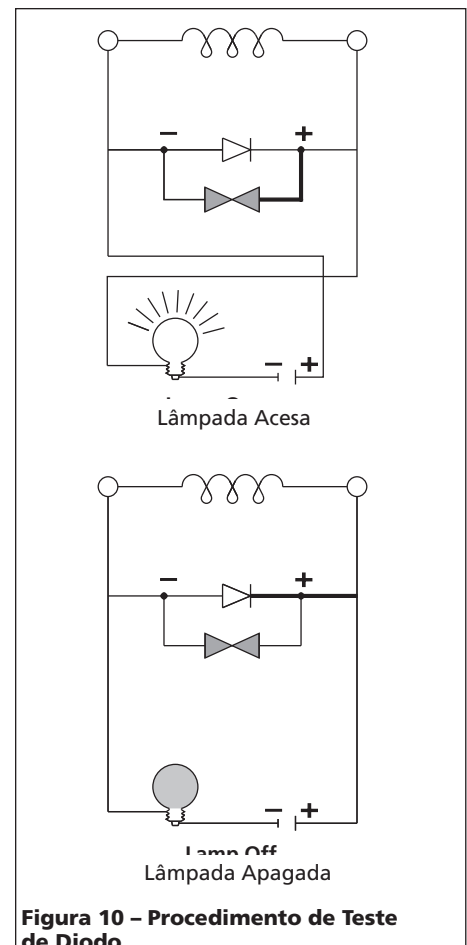

Figura 10 – Procedimento de Teste de Diodo
2. Conecte a bateria e a lâmpada conforme se vê na Figura 10.